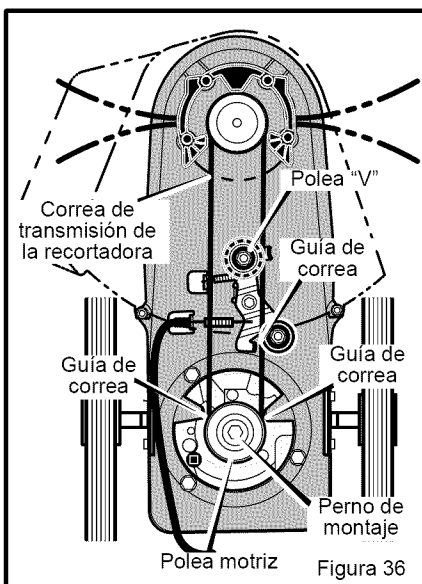

Figura 36
4. Levante la parte delantera del **cárter** y retire el **cable motriz**. En algunos modelos, es necesario aflojar los **pernos de montaje** para retirar la **polea motriz** y poder quitar la correa de transmisión (véase la Figura 36). No doble las guías de correa.
6. Verifique que la **correa de transmisión** pase por las **guías de correa**, como se muestra en la Figura 36.